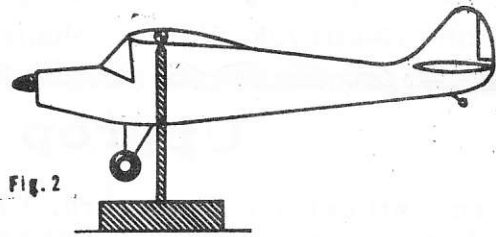

Fig. 2
(3) Tyngdpunkten måste ligga på rätt plats enl. ritningen. (Fig. 2)
(4) Radioutrustningen måste fungera till 100%.